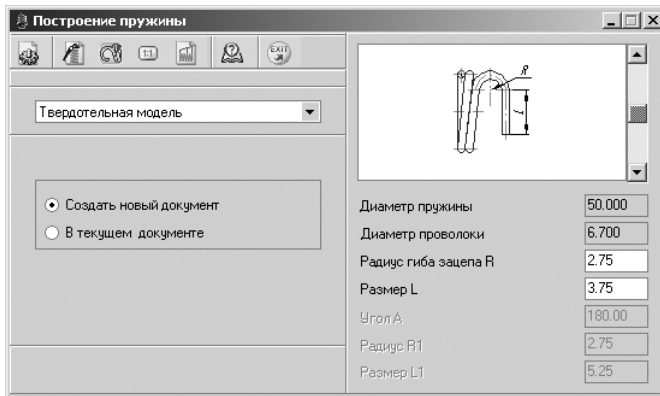

Рис. 4.103. Диалоговое окно **Построение пружины** после щелчка по кнопке  – **Параметры зацепов**, а затем во всплывающем меню по пункту **Правый зацеп**
- щелкните в диалоговом окне **Построение пружины** на панели инструментов по кнопке  – **Параметры зацепов**, а затем во всплывающем меню по пункту **Правый зацеп**. Появится в правой части диалогового окна **Построение пружины** панель для определения типа правого зацепа, см. рис. 4.103;